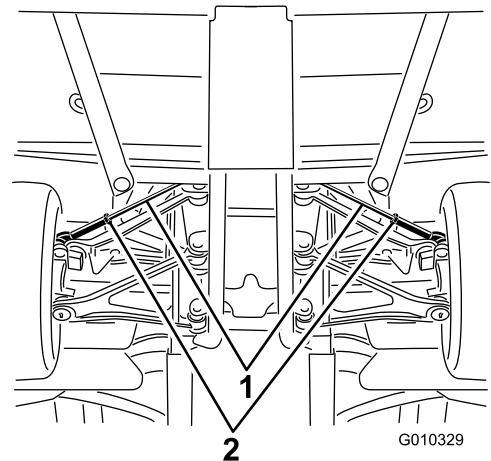

Bild 55
- A. Lösen Sie die Klemmutter in der Mitte der Zugstange (Bild 55).